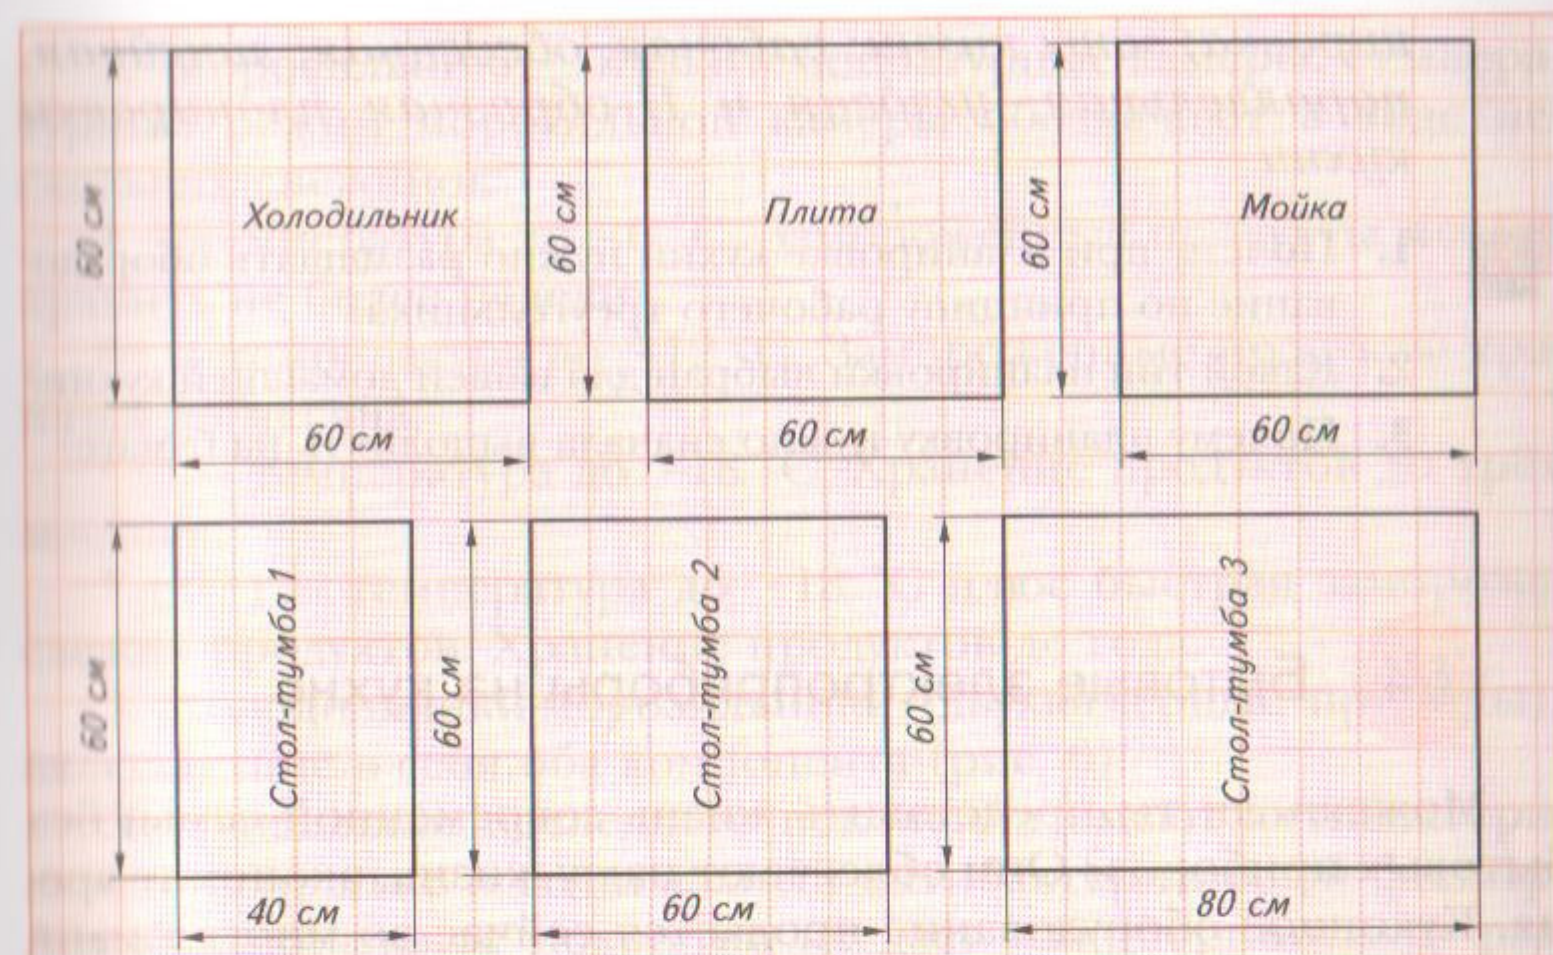

Рис. 5 Чертежи оборудования и мебели для кухни в масштабе 1 : 20
1. Нарисуй на листе бумаги шаблоны мебели и оборудования для кухни в масштабе 1 : 20 (это значит, что все размеры мебели и оборудования нужно уменьшить в 20 раз), а затем вырежи их (рис. 5). При необходимости можно нарисовать некоторые шаблоны несколько раз (например, тебе могут понадобиться два шаблона холодильника или два стола-тумбы).
Затем на отдельном листе миллиметровой бумаги начертил квадраты и прямоугольники, которые будут изображать кухонное оборудование и мебель. Я узнал, что обычно ширина (или глубина) кухонного оборудования бывает одинаковой — 60 см, чтобы они могли выстроиться в ровную линию. Значит, в масштабе получится $60 \text{ см} : 20 = 3 \text{ см}$. Холодильник, плита, мойка также имеют ширину 60 см. Столы-тумбы бывают разной ширины. Я начертил несколько вариантов: шириной 40, 60 и 80 см (см. рис. 5).